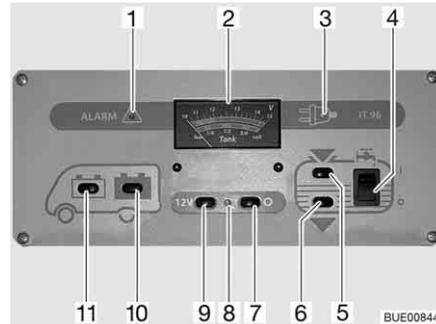

Bild 171 Panel IT 96-2
Der 12-V-Hauptschalter (Bild 171,7 und 9) schaltet das Panel und die 12-V-Versorgung des Wohnraums ein und aus.
Einschalten: ■ Schalter (Bild 171,9) drücken "12 V": Die 12-V-Versorgung des Wohnraums ist eingeschaltet. Die Kontroll-Leuchte (Bild 171,8) leuchtet grün.
Ausschalten: ■ Schalter (Bild 171,7) drücken "O": Die 12-V-Versorgung des Wohnraums ist ausgeschaltet. Die Kontroll-Leuchte (Bild 171,8) erlischt.
Beim Anzeigeeinstrument V/Tank (Bild 171,2) die obere Skala beachten. Das Anzeigeeinstrument wird automatisch beleuchtet, sobald ein Schalter gedrückt wird.
- Schalter (Bild 171,11) drücken "🔋": Die Batteriespannung der Starterbatterie wird angezeigt.
- Schalter (Bild 171,10) drücken "🔋": Die Batteriespannung der Wohnraumbatterie wird angezeigt.
Beim Anzeigeeinstrument V/Tank (Bild 171,2) die untere Skala beachten. Das Anzeigeeinstrument wird automatisch beleuchtet, sobald ein Schalter gedrückt wird.
- Schalter (Bild 171,5) drücken "": Die Wassermenge wird angezeigt.
- Schalter (Bild 171,6) drücken "": Die Abwassermenge wird angezeigt.
- Wippschalter (Bild 171,4) oben drücken "I": Die Wasserversorgung ist eingeschaltet.
- Wippschalter (Bild 171,4) unten drücken "O": Die Wasserversorgung ist ausgeschaltet.
Die rote Warnleuchte "ALARM" (Bild 171,1) blinkt, sobald die Spannung der Wohnraumbatterie 11 V (Messung im laufenden Betrieb) unterschreitet und damit Tiefentladung droht.
Die 12-V-Kontroll-Leuchte (Bild 171,8) leuchtet, wenn der 12-V-Hauptschalter (Bild 171,9) eingeschaltet ist.
Die gelbe 230-V-Kontroll-Leuchte (Bild 171,3) leuchtet, wenn am Eingang des Elektroblocs Netzspannung vorhanden ist.